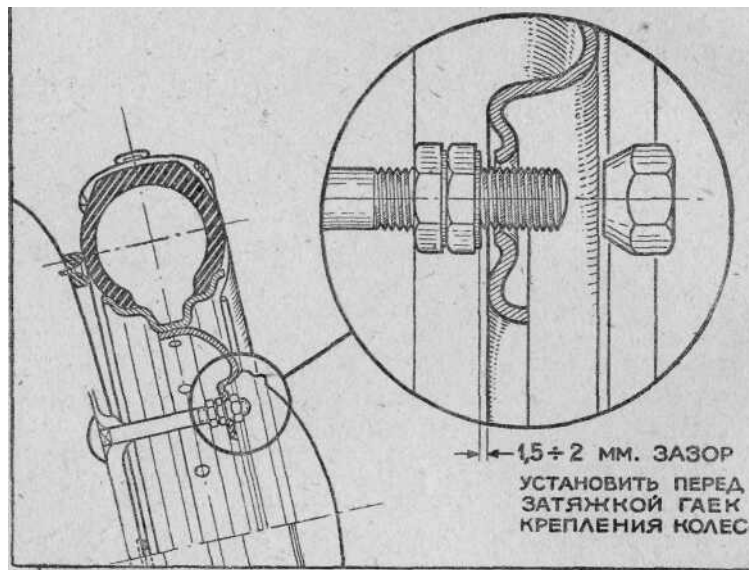

Рис. 31—Установка запасного колеса
3. Установить одинаковый зазор (1,5—2 мм) между торцами гаек и диском колеса (рис. 31), свертывая гайки к концам шпилек;